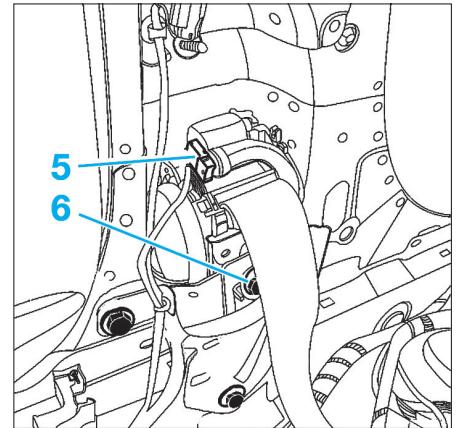

FIG. 31
- Déverrouiller le connecteur (5) de l'enrouleur de ceinture de sécurité latérale avant (Fig.31).
- Déposer la vis (6) puis faire glisser la ceinture de sécurité latérale.